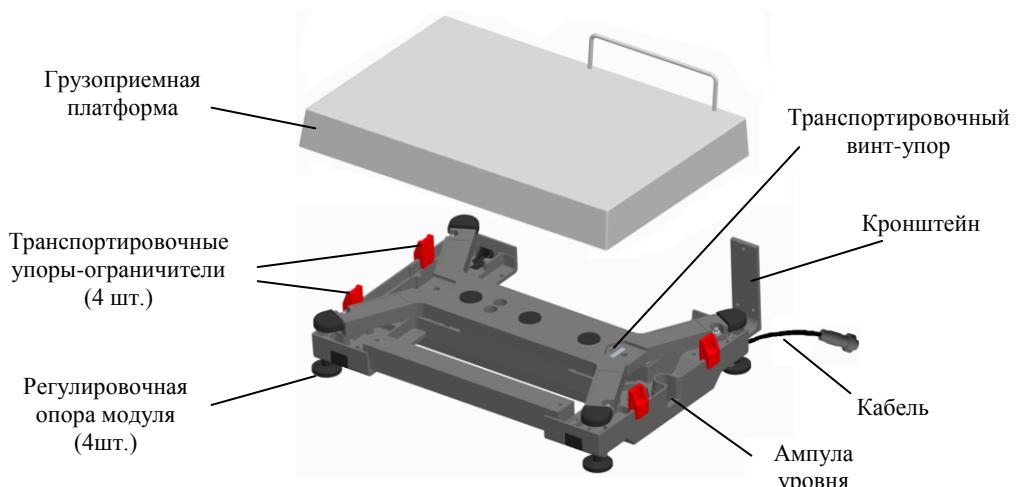

Рис. 3.1 - Модуль взвешивающий
3.1 Снять с модуля взвешивающей грузоприемную платформу и удалить транспортировочные упоры-ограничители (Рис. 3.1).